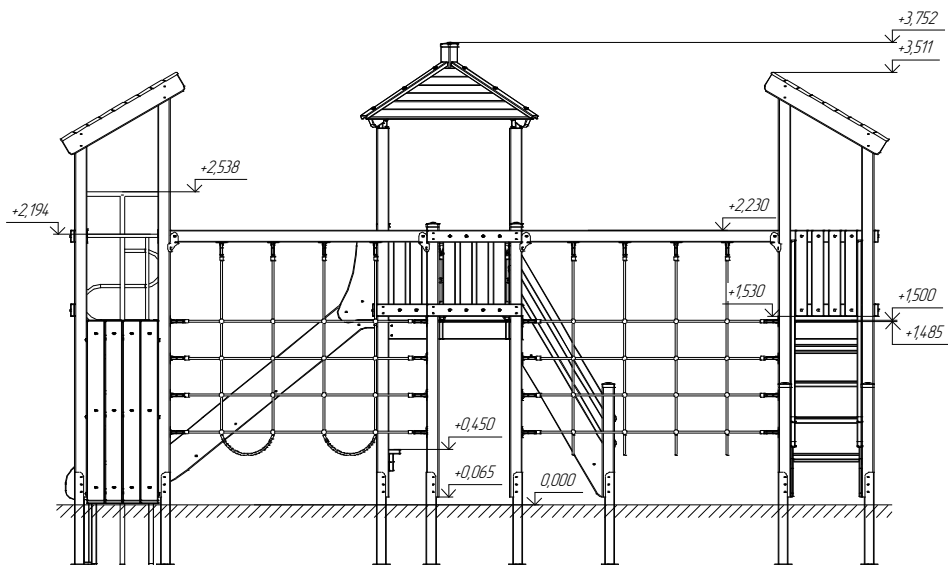

Рис.5. Схема высот 1.
3. Соберите каркас из досок (поз.37-39,42,43) с помощью саморезов 6х120 (12 шт.) и закрепите на высоте 1485 мм, указанной на рис.5 с помощью саморезов 6х90, шайб 8 и составных колпачков 8 (по 12 шт.). Затем установите доску 40 с помощью болтов мебельных М8х60 и гаек Эриксона М8 (по 2 шт.).
4. Соберите три каркаса из досок (поз.35,36) с помощью саморезов 6х120 (24 шт.) и закрепите на высоте 1485 мм, указанной на рис.5 с